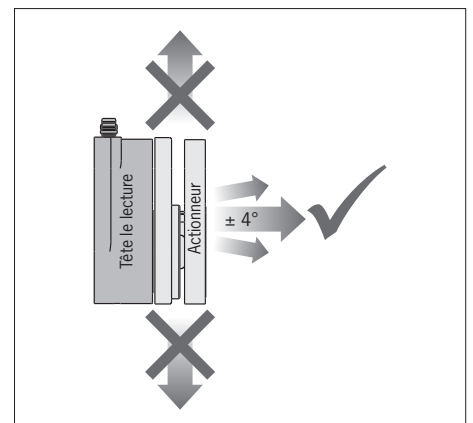

Figure 1 : Direction d'attaque
- ▶ L'actionneur doit s'éloigner de manière frontale par rapport à la tête de lecture lors de l'ouverture de la porte de protection (voir Figure 1).